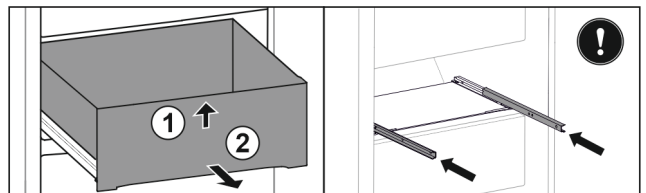

Fig. 51
- Sollevare il cassetto dal davanti. Fig. 51 (1)
- Rimuovere il cassetto tirandolo in avanti. Fig. 51 (2)